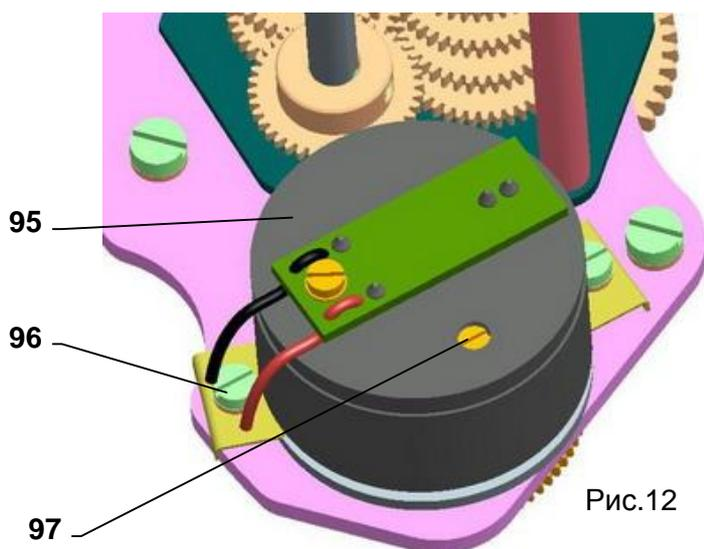

Рис.12
4.7 Установка емкостного датчика (рис.12)
С помощью триммера (97),Рис.12 можно унифицировать выходной сигнал емкостного датчика, установить его для любой величины хода, отвечающей приблизительно от 50% и до 100% максимальных рабочих оборотов на данном ступени по Таб. No 3.